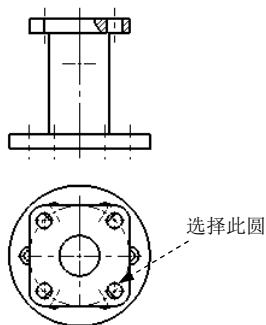

图 6.3.26 选取深度参考放置视图
Step4. 选择深度参考。选取图 6.3.26 所示的圆作为深度参考放置视图。